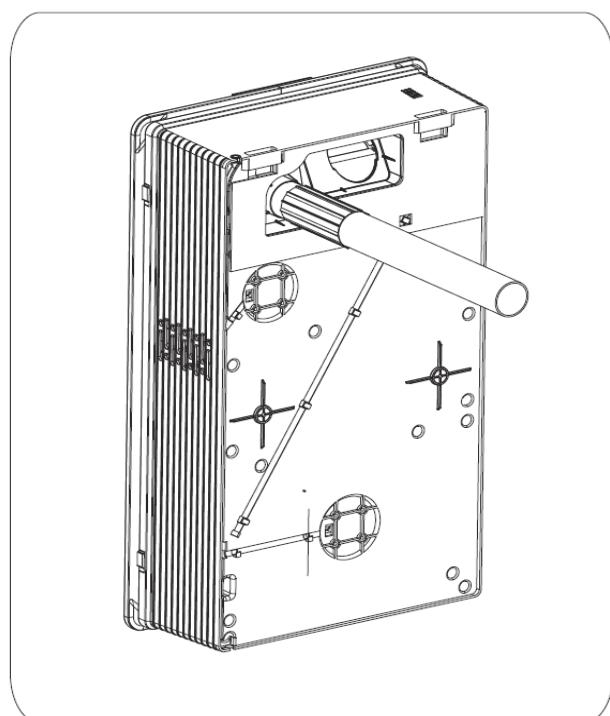

Рис. 8. Присоединение вентиляционной трубы
5.3.1 Подсоединить внутреннюю вентиляционную трубу к отверстию выхода воздуха воздухоочистителя (рис. 8), затем приподнять и вставить во внешнюю трубу. Поддерживающая пластина выравнивается с корпусом. (рис. 9)